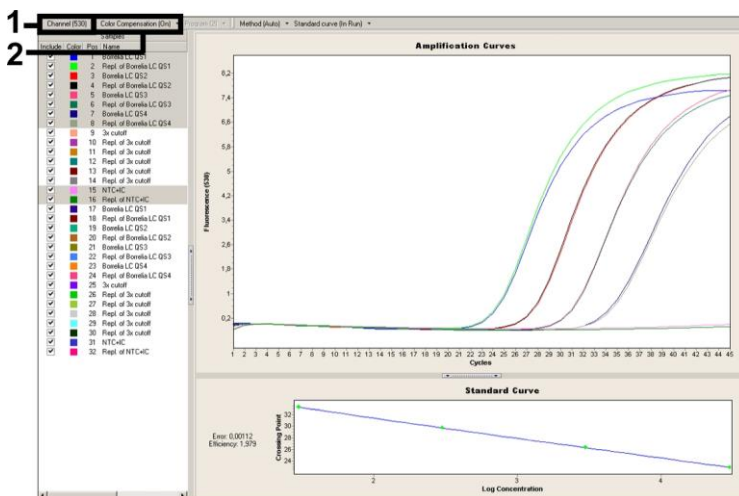

Fig. 12: Ativação do *Color Compensation File* e escolha do canal de fluorescência.
Siga o esquema seguinte para a análise dos dados da PCR (ver Fig. 12):
- A versão 4.0 do software *LightCycler* contém um arquivo indicado como *Color Compensation File* que compensa as interferências dos sinais entre os canais de fluorescência. Abra este arquivo durante o ensaio de PCR ou logo a seguir através da activação do botão *Color Comp (On/Off)* e depois do *Select Color Compensation* (ver Fig. 12). Se não estiver instalado nenhum *Color Compensation File*, crie o arquivo levando em consideração as instruções do *LightCycler Operator's Manual*.